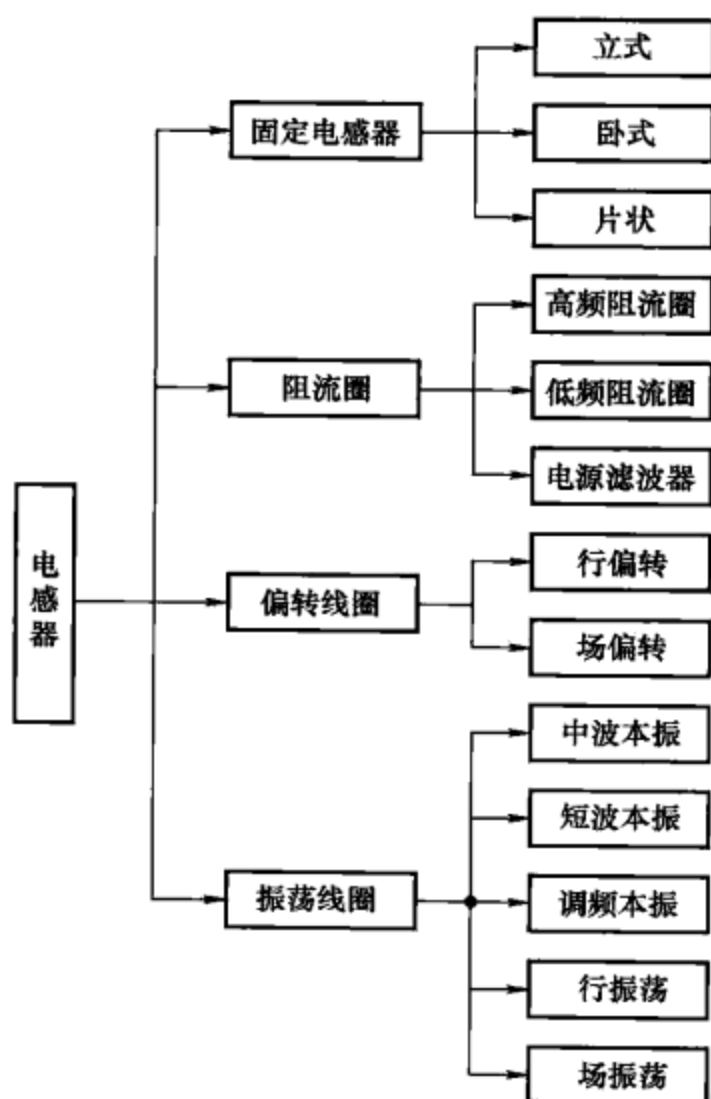

图 2-2
(2) 按用途可分为：固定电感器，包括立式、卧式、片状固定电感器等；阻流圈，包括高频阻流圈、低频阻流圈、电源滤波器等；偏转线圈，包括行偏转、场偏转等；振荡线圈，包括中波本振、短波本振、调频本振、行振荡、场振荡线圈等，如图 2-2 所示。